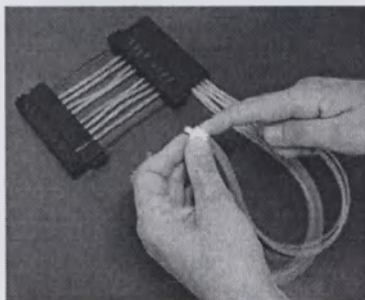

Рисунок 5-48. Вставление трубок в белую тефлоновую утяжеляющую пластинку.
19. Вставьте восемь трубок в белую тефлоновую утяжеляющую пластику на этом этапе или ранее (рисунок 5-48). Теперь новый комплект трубок успешно собран.